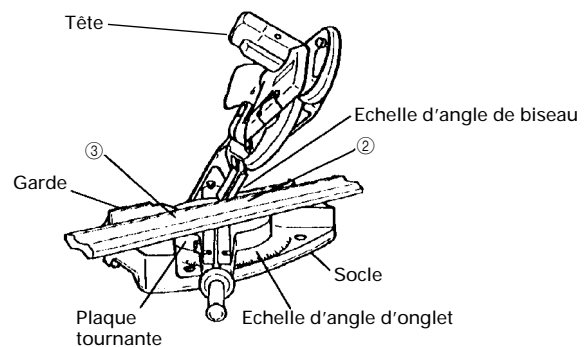
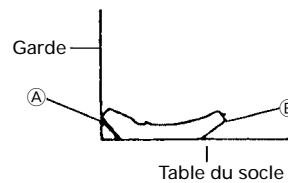

Fig. 41
Fig. 43
(4) Réglage de coupe en corniche complexe aux positions ② et ③ de la Fig. 34 (voir Fig. 41 ; incliner la tête vers la droite) :
- ① Tourner la plaque tournante vers la droite et régler l'angle d'onglet comme suit :
- ② Incliner la tête vers la gauche et régler l'angle de biseau comme suit :
- ③ Disposer la corniche complexe de façon que la surface supérieure (A sur la Fig. 33) touche la garde comme indiqué à la Fig. 43.